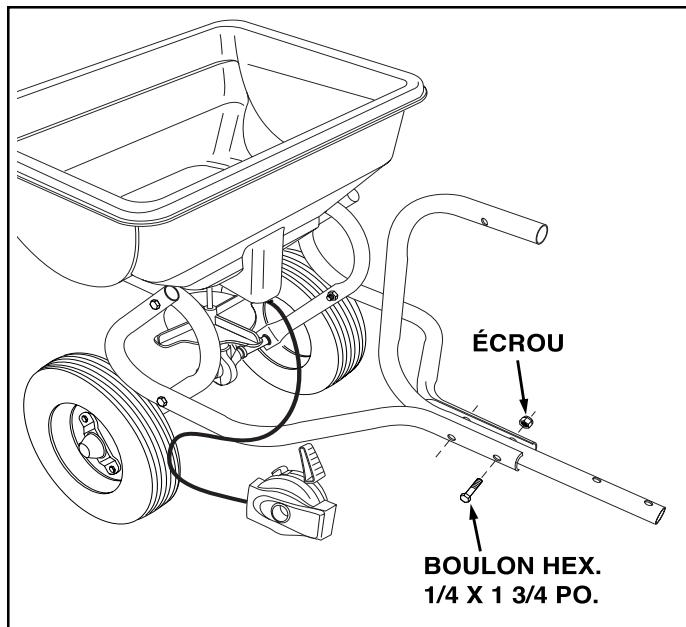

FIGURE 2
3. Montez le tube de commande de l'attelage entre les tubes en utilisant deux boulons hexagonaux de $1/4 \times 1 \frac{3}{4}$ po. et deux écrous. Serrez tous les boulons et tous les écrous. Voir la Figure 2.